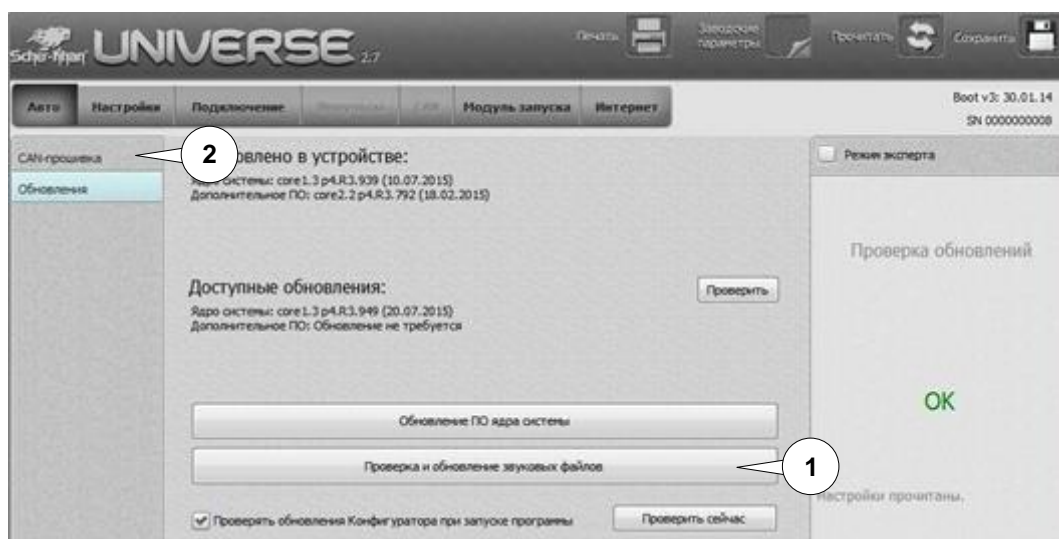

Рис. 3:
- нажимаем кнопку «Да» (1);
- после обновления окно программы будет выглядеть как на рис. 3;